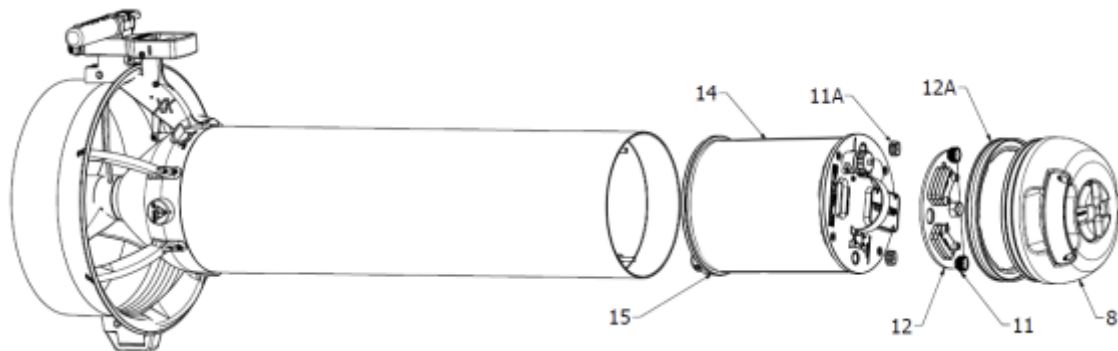
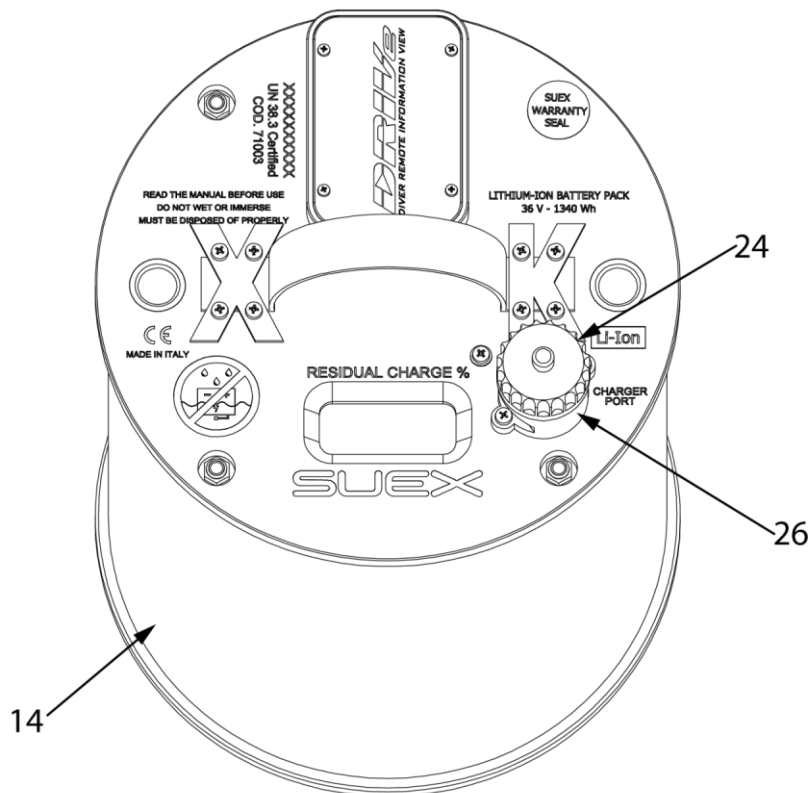

Fig.3 - Estrazione della batteria
Fig.4 - Ricarica della batteria
La batteria va ricaricata **SOLO** tramite il **CONNETTORE** (26 - Fig.4), **VIETATO** ricaricare la batteria quando è collegata al motore: si rischiano **DANNI GRAVISSIMI** o **MORTE**.
Per ricaricare la batteria (14), estrarla dallo Scooter (Fig.3), metterla in un luogo sicuro lontano da persone ed oggetti infiammabili, svitare il tappo del connettore di ricarica (24 - Fig.4), collegare la presa di alimentazione del caricabatteria alla rete e collegare il connettore di ricarica (26) al caricabatteria (si veda Manuale d'uso del caricabatteria). A fine carica scollegare il caricabatteria e riavvitare il tappo (24) del connettore (26). Inserire la batteria nello Scooter solo nel caso si intendesse usarlo.